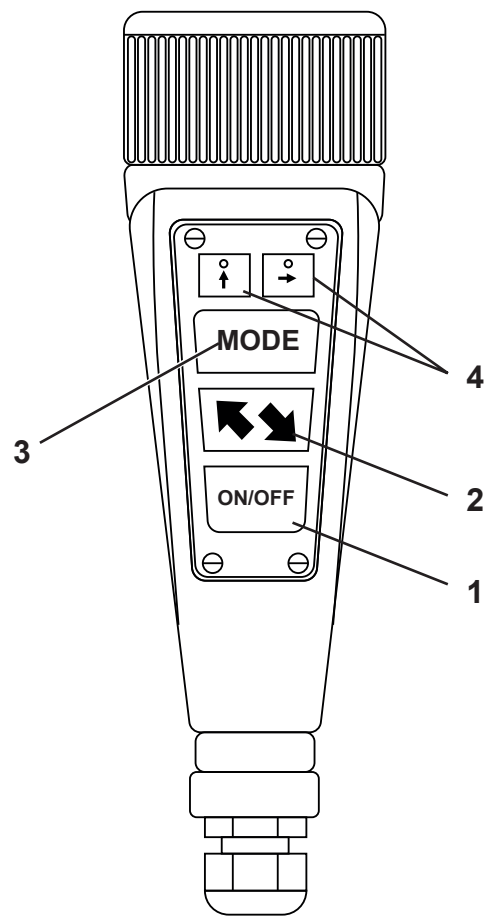

Fig.31/5
Pour les configurations possibles voir fig.31/1 - 31/4.
För möjliga konfigurationer se fig. 31/1 - 31/4.
**Accensione (Rif. Fig. 31/5)** - Posizionare l'interruttore generale in posizione 1, premere il tasto **ON/OFF (1)** si attiva la centralina idraulica e si accende la lampada.
**Selezione movimento piastre** - Premere il tasto **MODE (3)** per selezionare il tipo di movimento desiderato trasversale, longitudinale oppure obliquo.
**Turning on (Ref. Fig. 31/5)** - Set the main switch to position 1, press the **ON/OFF key (1)** to activate the hydraulic control unit and the lamp turns on.
**Selecting the plate movement** - Press the **MODE key (3)** to select the desired transversal, longitudinal or oblique type of movement.